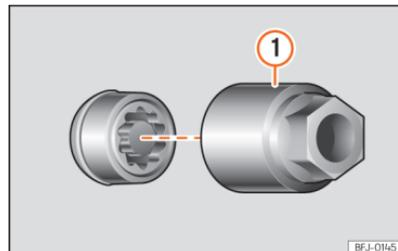

Fig. 193 Parafuso antirroubo com capa de proteção e adaptador.
- Encaixe o adaptador especial ») **Fig. 193** ① (ferramenta de bordo ») **Página 262**) no parafuso antirroubo da roda até ao limite.